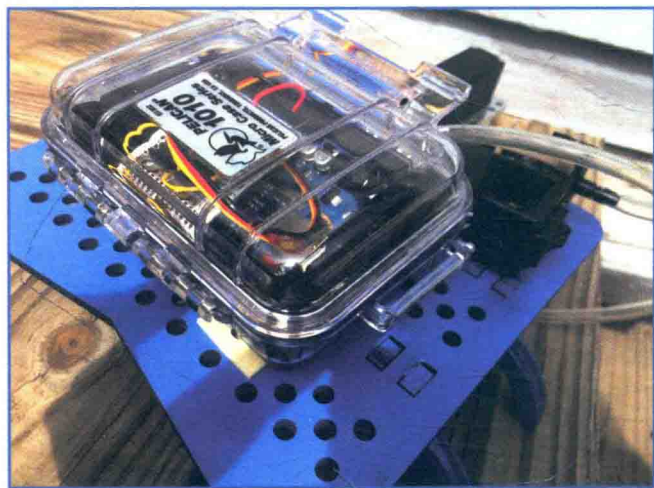

图 11.20 将电子装置放在 Pelican 盒子中
8. 在 Pelican 盒子中放入电子套件，确保将气泵和伺服机构安装到合适位置的电线足够（见图 11.20）。你可能需要改装盒子，使电线能够伸出，但是这将会影响盒子的水密性；这是必要的牺牲。